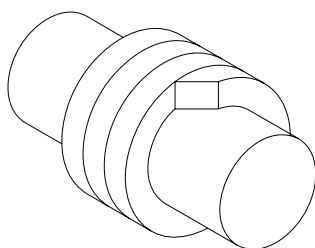

Figure 7.1
Avant d'introduire la nouvelle tresse, vérifier l'état de la surface de l'arbre d'entraînement (05) et son boîtier d'étanchéité (36). L'arbre doit avoir une finition de surface polie. Couper les anneaux à la longueur nécessaire avec un angle de 45° comme indiqué sur la figure 7.1. Vérifier que les coupes correspondent sur l'arbre. Ouvrir avec soin les anneaux (figure 7.2), pour permettre le passage de l'arbre, en les positionnant chacun séparément. Introduire en premier la jonction et les pousser ensuite jusqu'au fond.